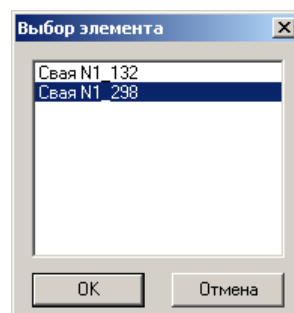

Рис.1.25.4. Окно диалога **Выбор элемента**
- В открывшемся окне диалога **Выбор элемента** (рис. 1.25.4) уточните выбор: